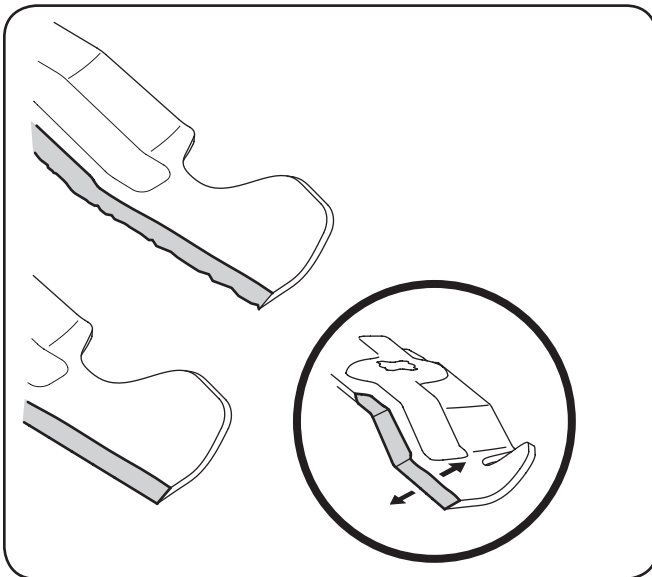

Figure 7-10
- Pour aiguiser correctement les lames de coupe, aiguisiez les deux tranchants des lames de façon égale, parallèlement à la voile, à un angle de 25 à 30 degrés. Aiguisiez toujours chaque lame de coupe de façon égale pour garder l'équilibre des lames. Voir Figure 7-10.